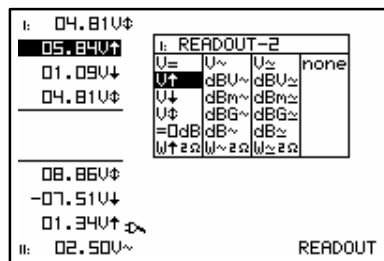

Fig 24
4. Premere i tasti freccia per evidenziare la funzione desiderata per il readout meter2. (Fig. 24)
4. Druk op de pijltoetsen voor het kiezen van de uitlezingfunctie van meter 2. (fig. 24)
4. A l'aide des touches curseur choisissez la fonction désirée pour l'appareil numéro 2. (fig. 24)